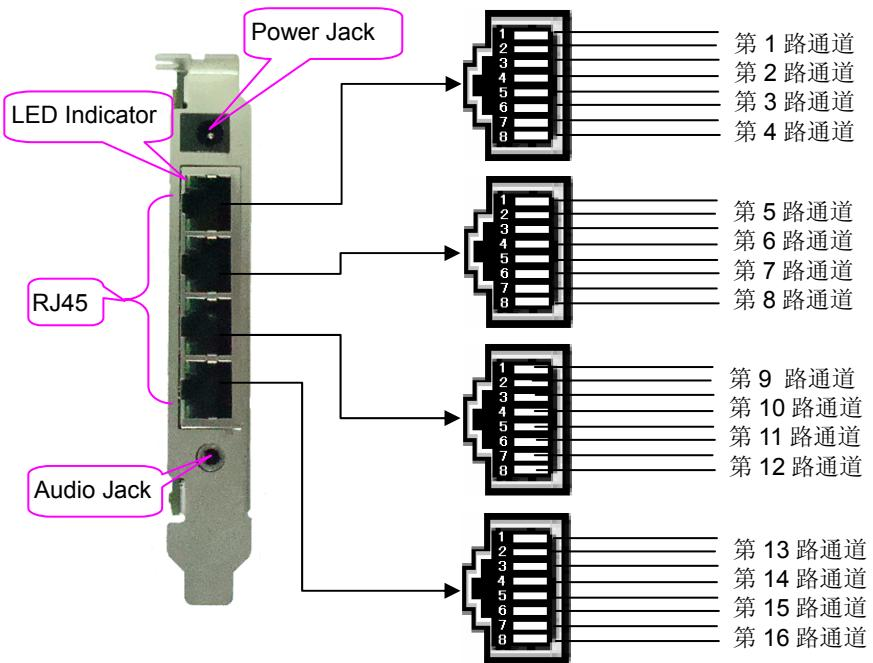

图 2-4 SHT-16D-CT/PCIe 主板示意图（左视图）
- ① 采用 RJ45 接口接线时，可以通过一转四转接器进行转接；其它三个 RJ45 接口与板卡通道号、RJ45 插座的 8 个针脚与一转四转接器接口的对应关系依此类推。
- ② 采用RJ45接口接线时，一转四转接器可向本公司购买；若自行压线转接，建议按图2-4接线针脚进行压线。